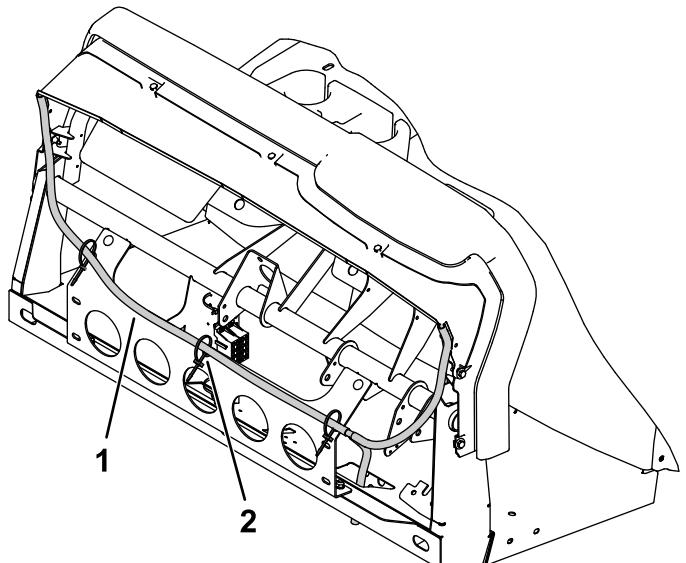

図 43
5. 助手席側から始めて、長くつながった透明チューブをフロアボードクラッチペダルまでおろし、そこから運転席側へ回す図 43。
6. マグネットタイ3個とケーブルタイ3本を使って、チューブを固定する図 43。